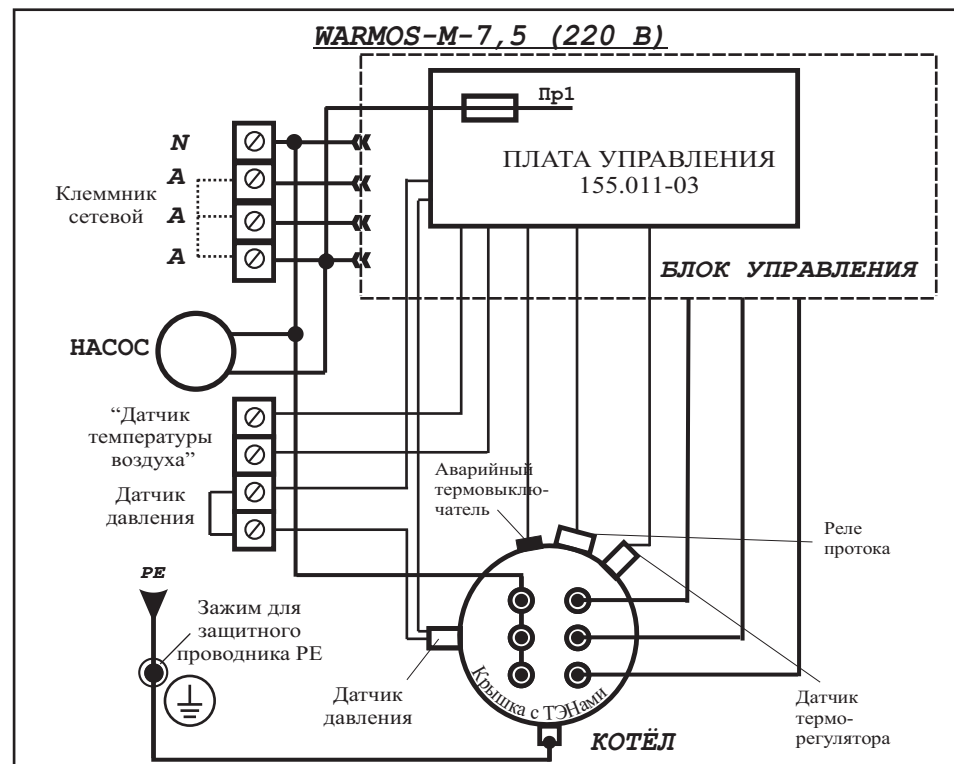

Рисунок 3 - Электрическая схема подключения
6.1.11 При подключении WARMOS-M-7,5 (220В) установить переключки в зажимах клеммника (пунктирная линия рис.3).